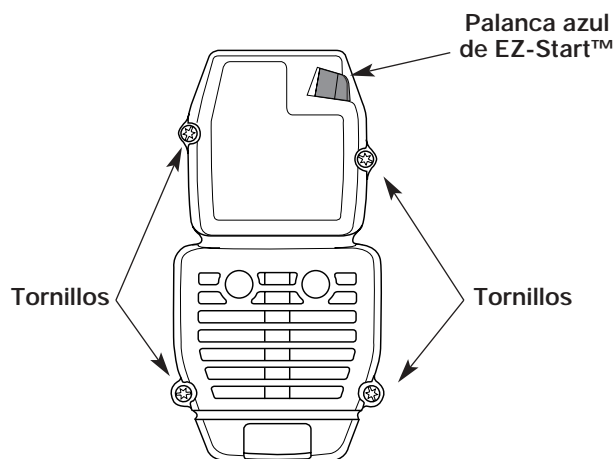

Fig. 36
1. Saque los cuatro (4) tornillos que sostienen la cubierta del silenciador / filtro de aire (Fig. 36). Use un destornillador de broca Torx N° T20.
2. Inserte los cuatro (4) tornillos en los orificios de la cubierta del silenciador / filtro de aire (Fig. 36) y ajústelos. No los ajuste demasiado.